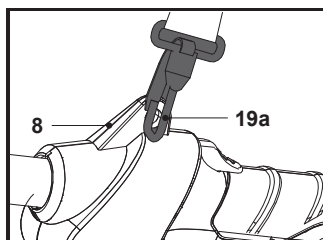

Fig. 13
2. Reglează lungimea hamului (19), astfel încât clema de fixare (19a) să se afle la aproximativ 15 cm sub talie.
3. Prinde clema de fixare (19a) de bucla de pe manșonul de agățare (8) (Fig. 13).